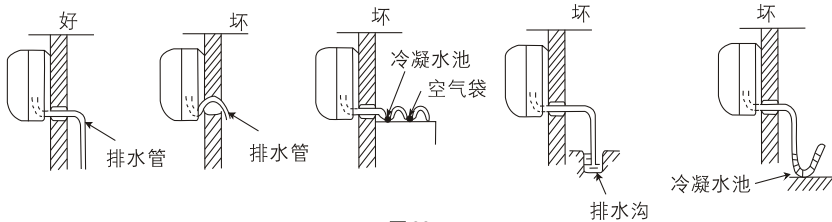

图 30
- (1) 用附件⑮排水管与室内机组的出水管连接起来。
- (2) 如要使冷凝水流得舒畅,排水管应倾斜少许,如图30所示。